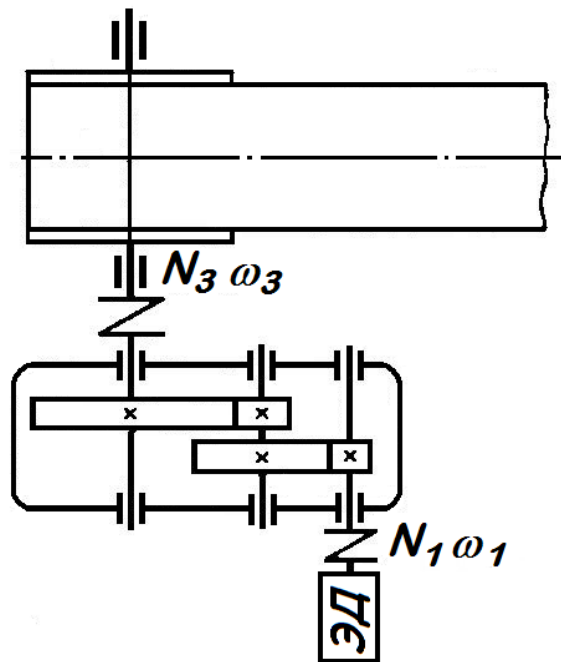

Рис. 13
3. Рассчитать зубчатые передачи редуктора привода ленточного транспортера (рис. 13). Мощность электродвигателя  $N_1$ , угловая скорость
4. По данным предыдущей задачи 3 рассчитать ведущий вал редуктора (рис. 13) и подобрать по ГОСТ 8338-75 подшипники качения. Расстояниями между подшипниками, а также между шестерней и подшипниками задаться. Привести рабочий эскиз вала (рис. 4).